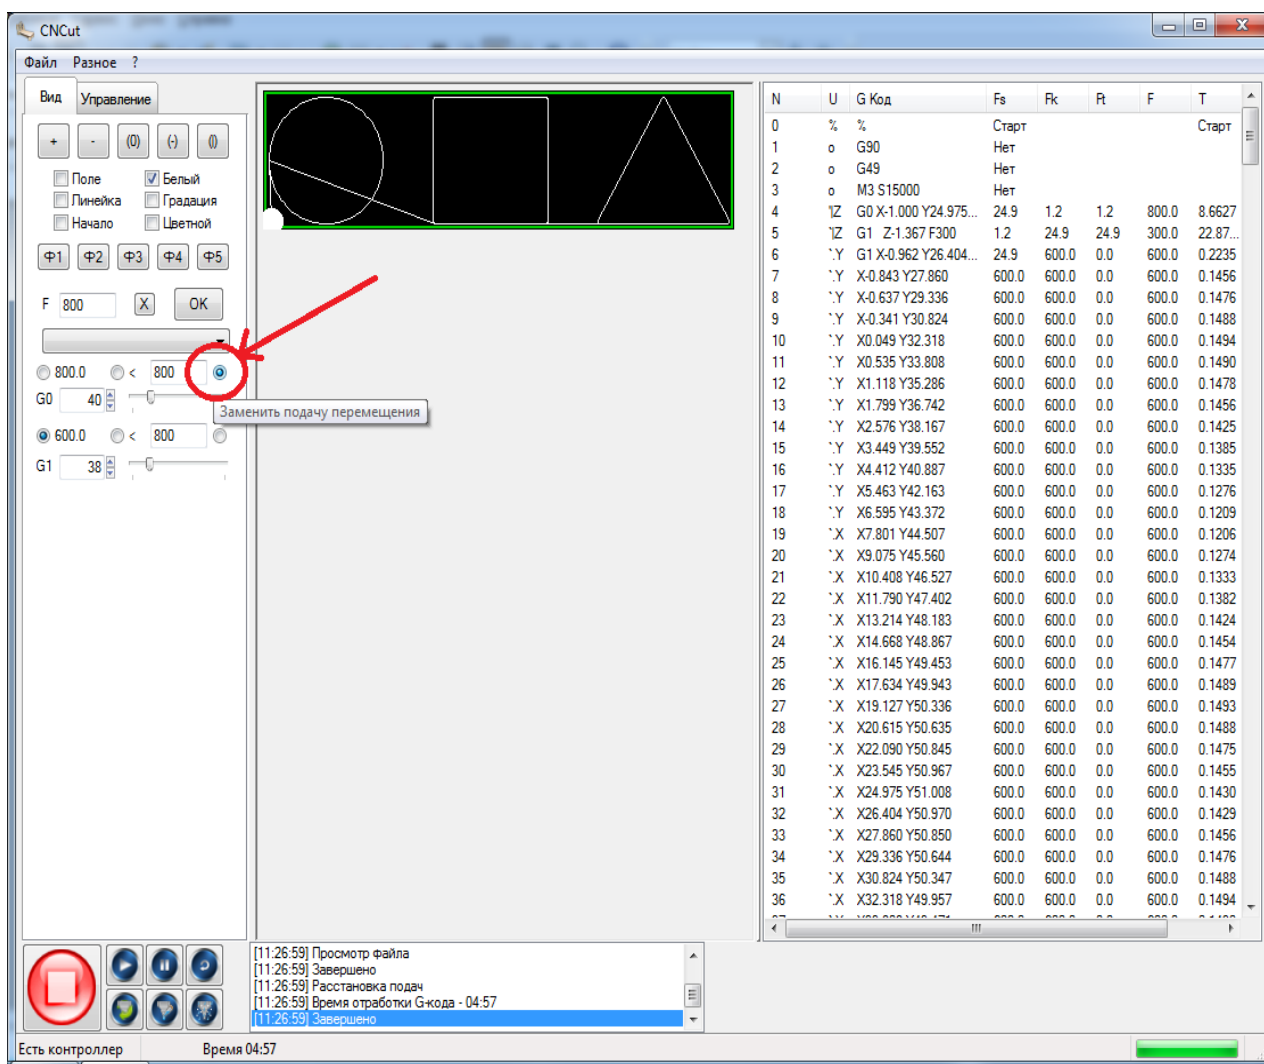

Рисунок 57. Замена подачи перемещения
59. Правое положение заменяет скорость обработки на указанную. Т.е. скорость обработки везде будет одинаковой, рисунок 57